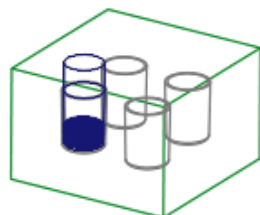

图 25.18 收集体积块（一）
(6) 在菜单栏中单击 **Done (完成)** **Done/Return (完成/返回)** **Done (完成)** 命令，完成收集体积块的创建，结果如图 25.18 所示。